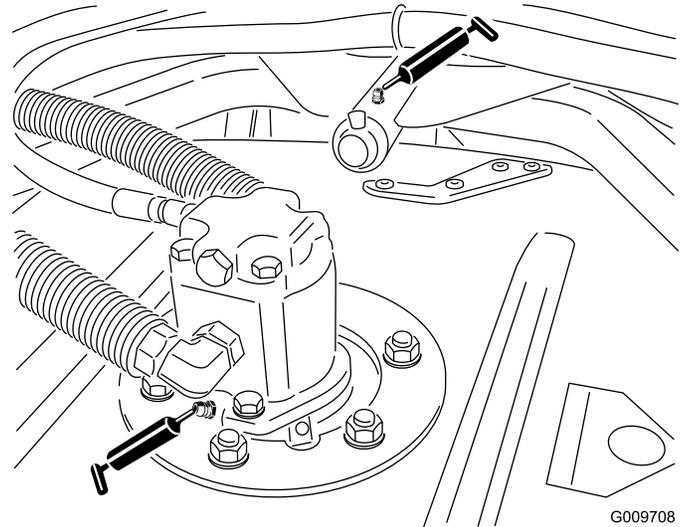

Bild 52
- Spindelwellenlager des Mähwerks (2 pro Mähwerk) (Bild 52)
- Trägerarmbüchsen des Mähwerks (1 pro Mähwerk) (Bild 52)